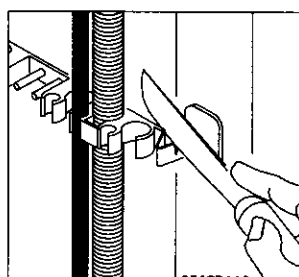

Fig. 6
- Si vous voulez conserver l'alignement de votre lave-linge avec les meubles adjacents, vous avez la possibilité de couper la barrette de maintien des tuyaux située à l'arrière de votre lave-linge (fig. 6). Vous gagnerez 2 à 3 cm en profondeur.